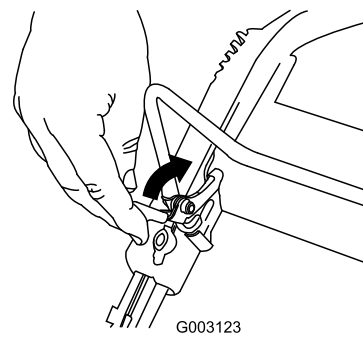

Figura 30
1. Tire hacia atrás del mecanismo de bloqueo de la barra de control (Figura 30).